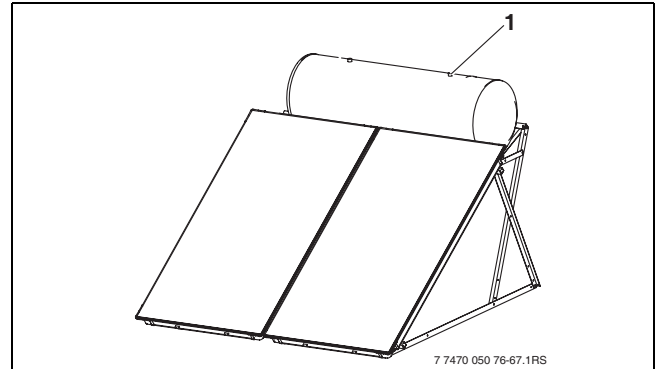

Bild 80 Anlage befüllen
- ▶ Solarflüssigkeit oben in den Speicher (Bild 80, [1]) einfüllen, bis sie aus dem Einfüllstutzen austritt.